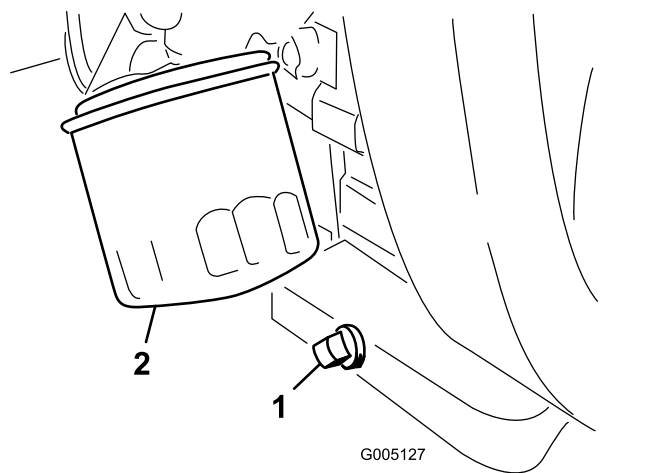

图29
1. 拆下排油塞（图29），让油流入放油盘。
2. 清洁排油塞的螺纹，施用聚四氟乙烯密封材料，然后安装排油塞（图29）。
3. 拆下机油滤芯（图29）。